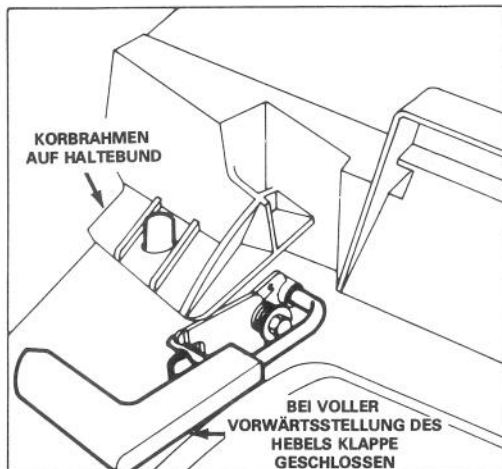

Bild 4
**MULCHER** — Wenn das Gras im Sommer langsamer wächst und trockener ist, durch Verschließen der Schüttklappe mulchen (Bild 4). Aus Schutz- und praktischen Gründen den Grasfangkorb am Mäher lassen.
6. **SACKENTLEERUNG** — Führungsholm loslassen und Stillstand des Schneidwerks abwarten. Auswurfklappenhebel nach vorn bewegen, um Einrasten des Verriegelungsbolzens mit Sperrklinke zu bewirken (Bild 4). Vordere und hintere Griffe am Fangkorb fassen und den Fangkorb vom Mäher abheben. Hände und Füße aus Schutzgründen immer vom Mähergehäuse fernhalten, solange Motor läuft. Zur Entleerung der Grasabschnitte den Fangsack behutsam nach vorn kippen.